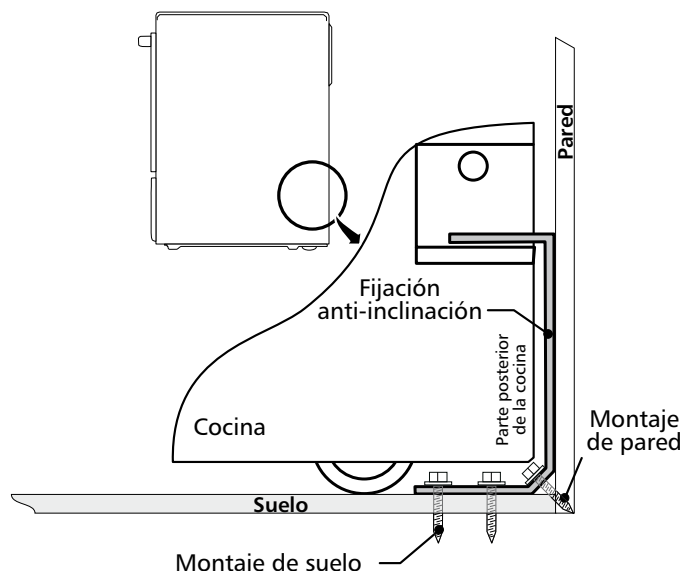

Figura 9
4. Retire el modelo y ubique la abrazadera en el suelo. Alinee los orificios en la abrazadera con las marcas en el suelo y ajuste con los cuatro tornillos provistos. La abrazadera debe quedar fijada al suelo (figura 9) sólido. Si se fija al suelo concreto, primero haga orificios pilotos de un diámetro de 3/16" (0,48 cm), utilizando una barrena para concreto.
6. Deslice la cocina hacia su lugar asegurándose que la pata de centro trasera está completamente segura con el soporte anti-inclinación (figura 9). Baje la cocina ajustando las 4 patas de nivelación hasta que la plancha de cocinar esté apoyada en el mostrador. Refiere a la "Nivelación de la cocina".